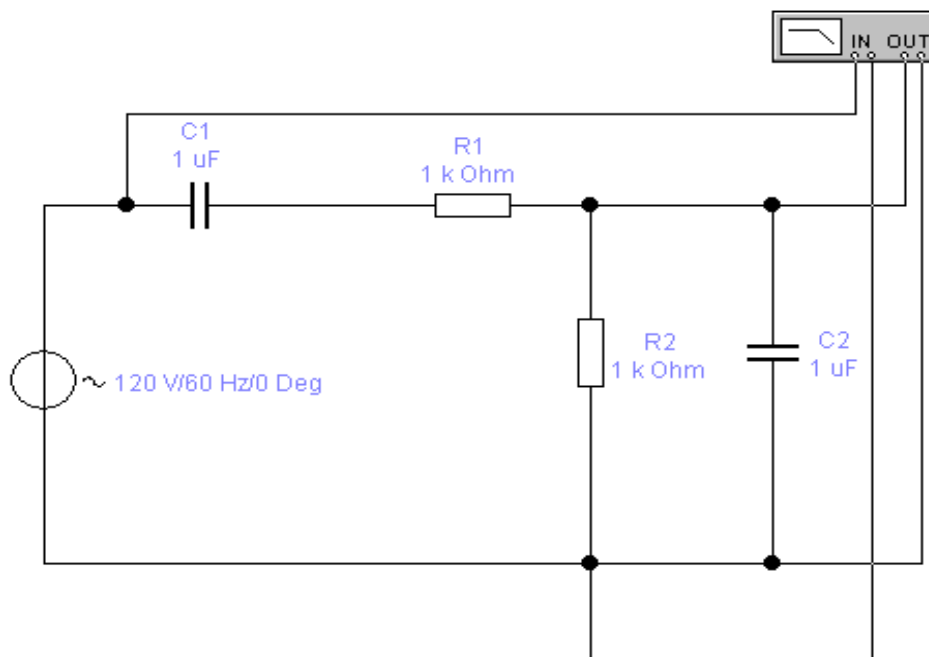

Рисунок 8.9 - Схема моста Віна
30. Скласти схему рис. 8.9 та підключити Бодє плотер.